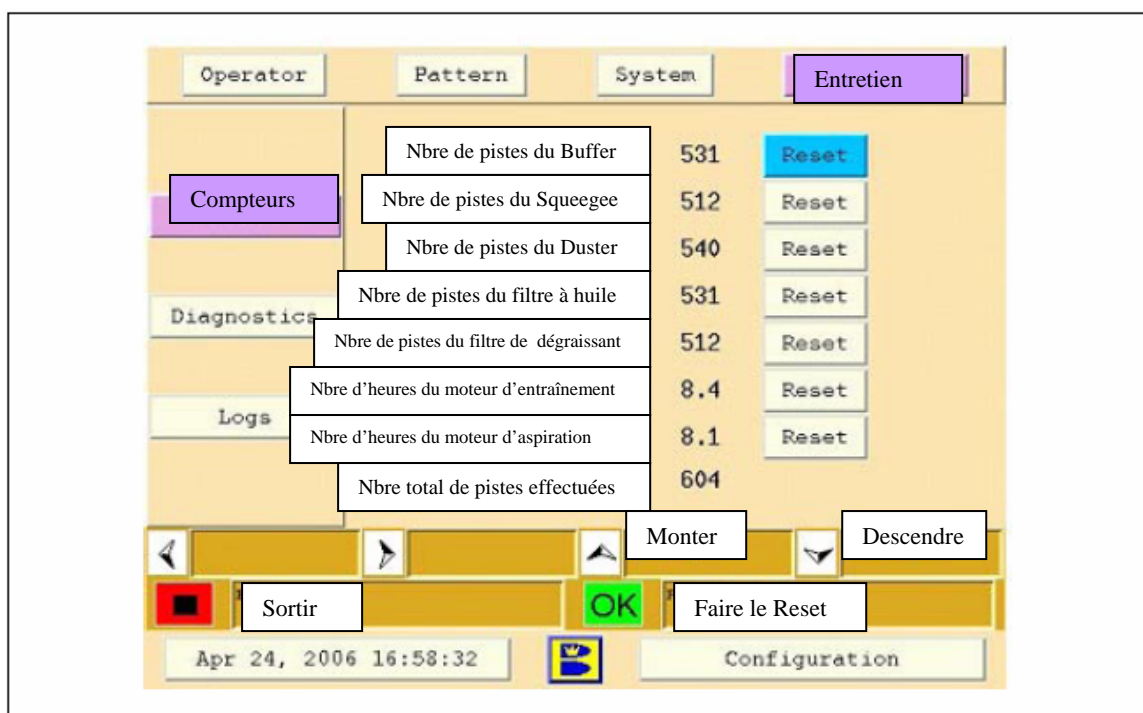

Figure 4-22. Compteurs d'entretien
1. Allez dans le menu **Entretien**. Référez-vous à la Figure 4-22.